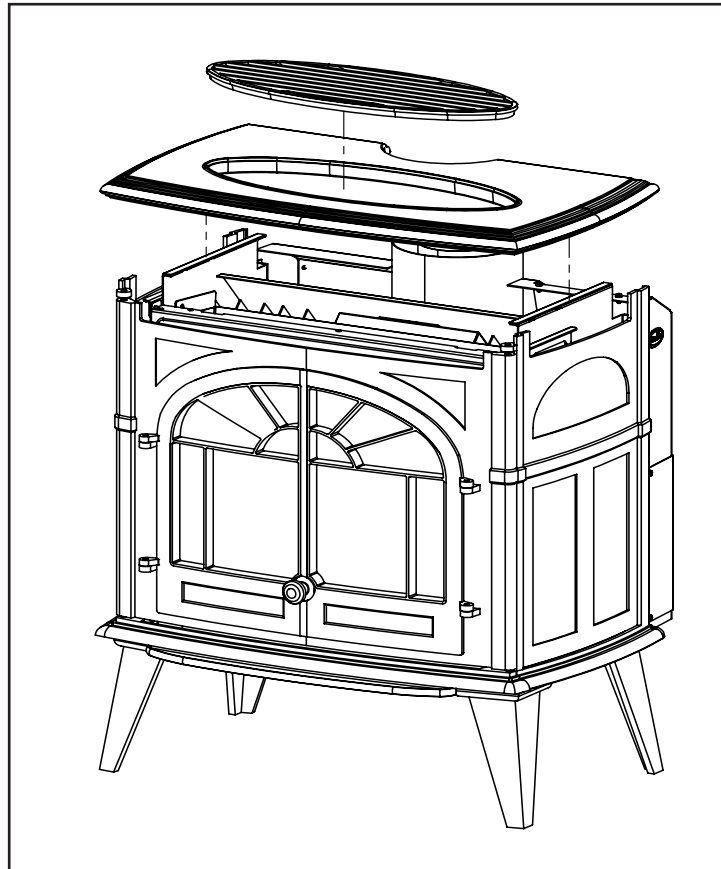

Figure 37: Suppression de dessus du foyer
1. Retirez délicatement le trépied et la cuisinière. Placez sur une surface douce pour ne pas endommager les finitions de porcelaine (voir Figure 37).